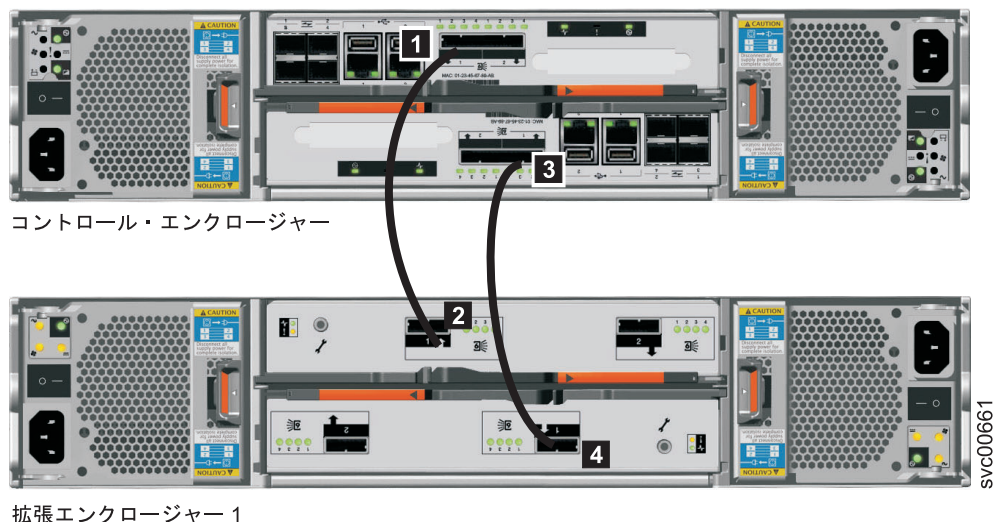

図 12. コントロール・エンクロージャーへの拡張エンクロージャーの接続
2. コントロール・エンクロージャーの SAS ケーブルを最初の拡張エンクロージャーに接続します (21 ページの図 12 を参照)。保護エンド・カバーを取り外します (必要な場合)。最初の拡張エンクロージャーはコントロール・エンクロージャーの下にあります。